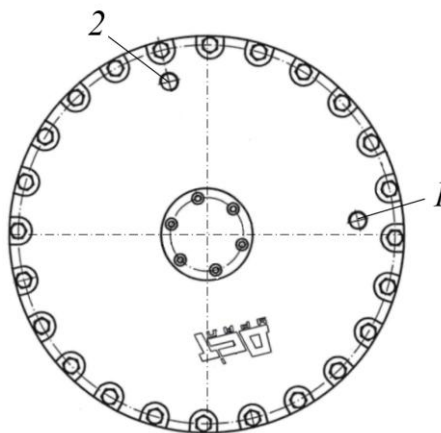

Рисунок 5.65. Процедура проверки уровня масла в бортовом редукторе
Двигая машину назад и вперед, установить редуктор в позицию, когда одно из двух отверстий расположено выше горизонтальной линии (поз. 2), а второе отверстие находится справа или слева от центра редуктора, выше горизонтальной линии примерно на 5° (поз. 1), см. рис. 5.65.
- ▶ Очистить поверхность редуктора в местах расположения пробок для контроля и заливки масла от загрязнений (для исключения попадания грязи во внутреннюю полость редуктора), рис. 5.65.
- ▶ Отвернуть пробку отверстия для контроля масла 1, рис. 5.65.
- ▶ Вынуть пробки отверстий 1 и 2, рис. 5.65.
- ▶ Через заливное отверстие 2, рис. 5.65, заправить в редуктор новое масло. Заправку производить до момента пока из контрольного отверстия 1, рис. 5.65, не начнет вытекать масло.
- ▶ Замыть (зачистить) следы подтеков масла из отверстий, рис. 5.65, легкоиспаряющейся жидкостью или чистой ветошью.